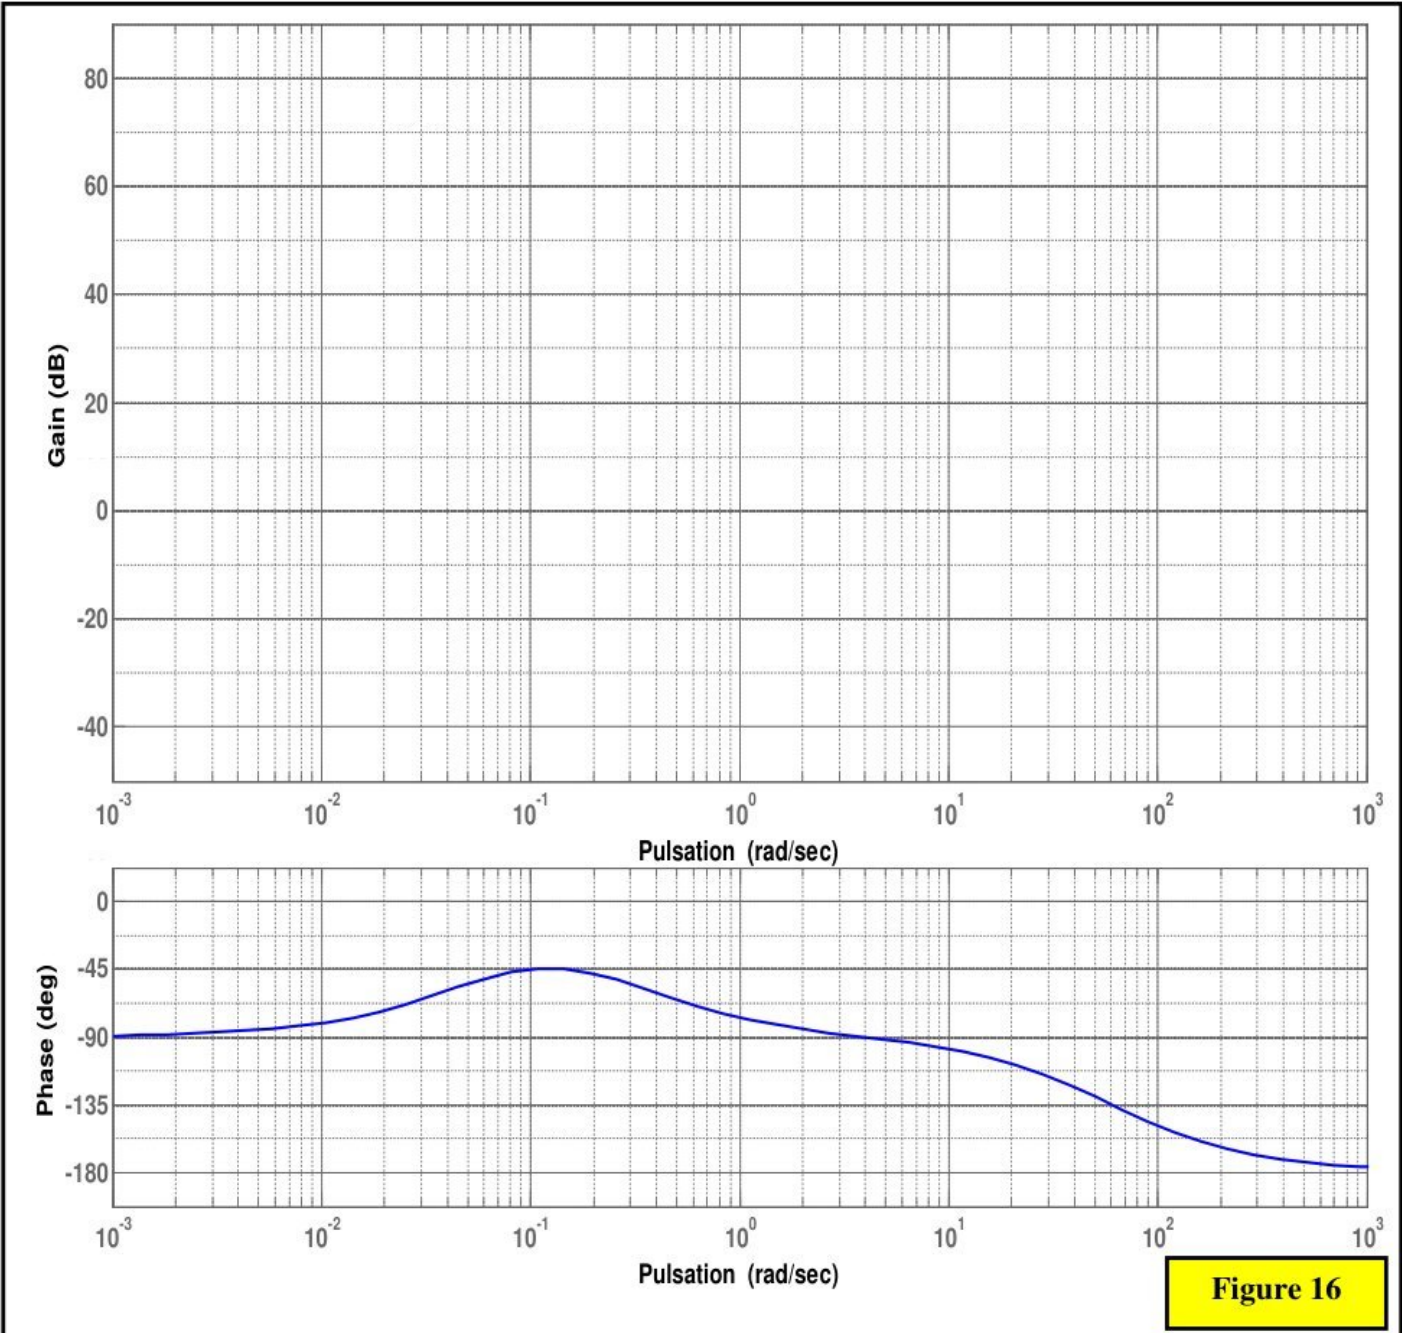

Figure 16
- Sur la **figure 16 du document réponse DR5** tracer les diagrammes **asymptotiques** de Bode de **gain** et de **phase** de la fonction de transfert en boucle ouverte $H_{BO2}(p)$ du système, puis tracer l'allure de la **courbe réelle** de **gain** et indiquer sur ce document la **marge de phase** MP_2 du système.